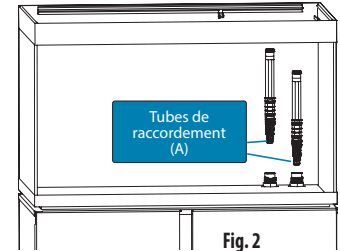

Fig. 2
2. Glisser l'un des tubes de raccordement (A) entièrement dans l'ouverture (O) jusqu'à ce qu'il s'arrête (Fig. 2).
2. Glisser le second tube de raccordement (A) entièrement dans l'ouverture (I) jusqu'à ce qu'il s'arrête (Fig. 2).